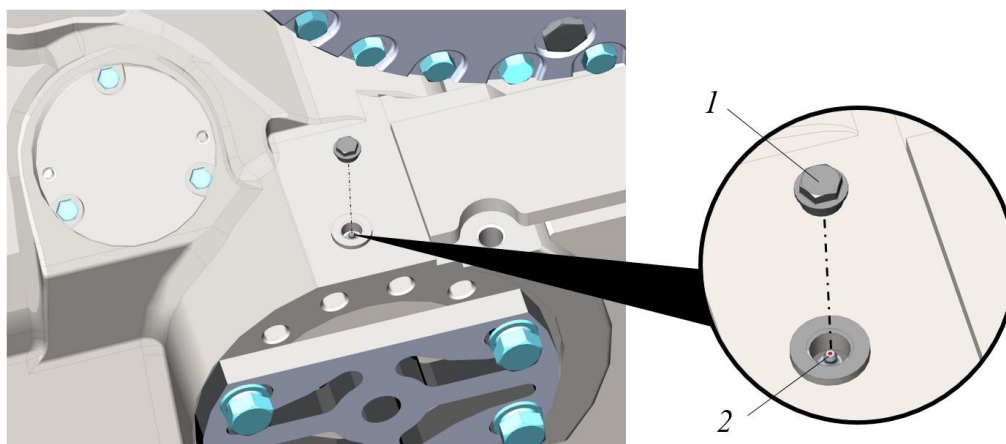

Рисунок 5.161. Смазка полуоси
- ▶ Очистить зону, в которой расположена защитная пробка 1, рис. 5.161.